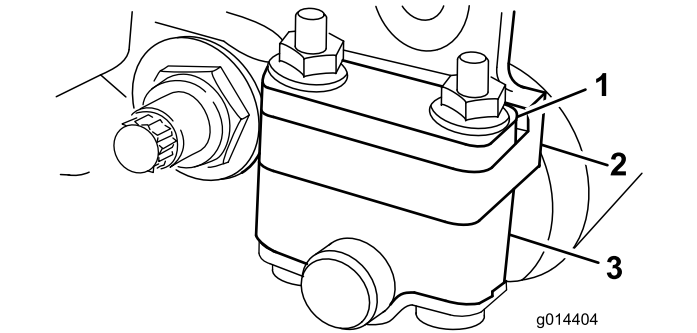
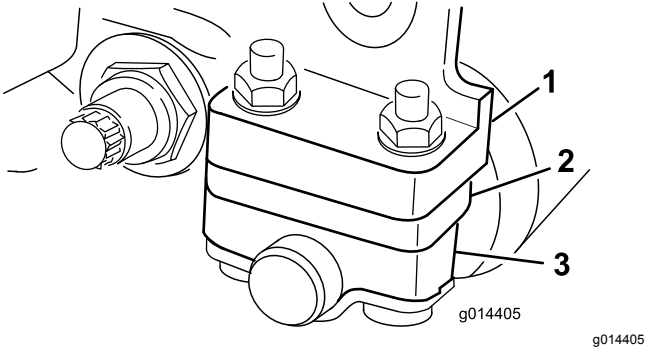

Figura 14
Figura 15
Dependiendo del intervalo de alturas de corte deseado, ajuste los soportes del rodillo trasero (Figura 14 o Figura 15) a la posición superior o inferior:
- Coloque el espaciador encima de la brida de montaje de la chapa lateral (ajuste de fábrica) para obtener un intervalo de alturas de corte de 1,5 a 6 mm, según se muestra en Figura 14.
- Coloque el espaciador debajo de la brida de montaje de la chapa lateral para alturas de corte de 3 mm a 25 mm, según se muestra en Figura 15.
4. Coloque los espaciadores sobre los tornillos, encima o debajo de los soportes de los rodillos, según sea necesario (Figura 14 o Figura 15).